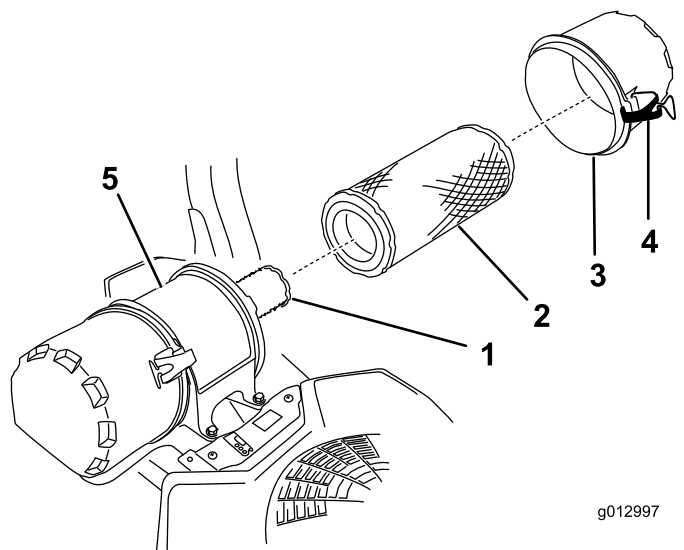

Figure 50
6. Ouvrez les dispositifs de verrouillage du filtre à air et détachez le couvercle du boîtier du filtre (Figure 50).
8. Sortez le préfiltre du boîtier du filtre avec précaution (Figure 50).
2. Si vous remplacez l'élément intérieur, insérez-le avec précaution dans le boîtier du filtre (Figure 50).
3. Placez ensuite le préfiltre sur l'élément intérieur avec le même soin (Figure 50).
4. Remettez en place et verrouillez le couvercle du filtre à air (Figure 50).